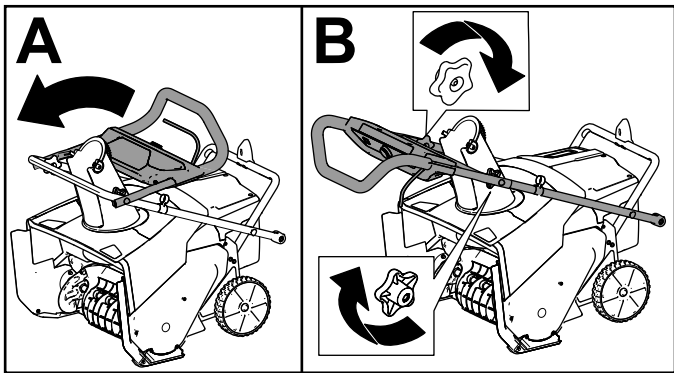

Figura 4
2. Desdobre a pega superior e deixe os manípulos da pega superior encaixarem no sítio (A de Figura 4).
3. Aperte os manípulos da pega (B de Figura 4).